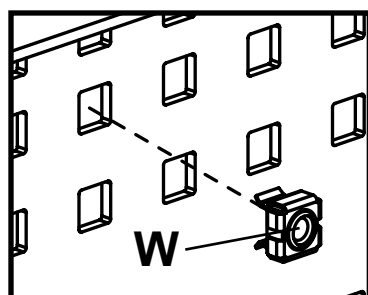

fig 5.1
- 5-1** Alignez le support mural (G) sur les plaques d'interconnexion (A) pour déterminer l'emplacement des écrous prisonniers (W) servant à fixer le support mural (G) aux plaques d'interconnexion. Installez les écrous prisonniers à l'arrière des plaques d'interconnexion (A) comme illustré à la figure 5.1.